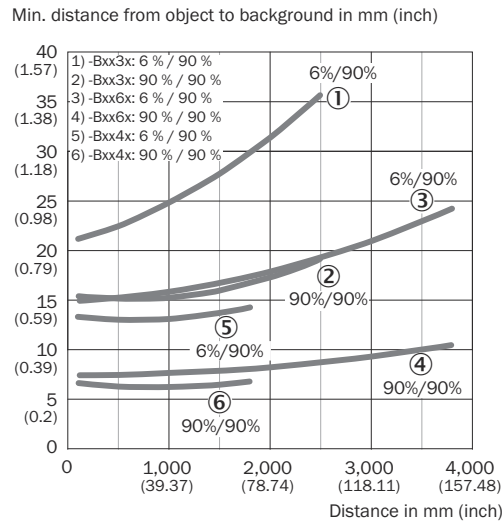

Рисунок 5: изгиб 1
Проверить условия применения: сравнить расстояние срабатывания и дистанцию до объекта / фона, а также отражательную способность объекта с соответствующей диаграммой [рисунок 5] ( $x$  = расстояние срабатывания,  $y$  = минимальное расстояние между объектом и фоном в мм (коэффициент диффузного отражения объекта / коэффициент диффузного отражения фона) (коэффициент диффузного отражения: 6 % = черный, 90 % = белый относительно стандартного белого по DIN 5033)).
Минимальную дистанцию ( $y$ ) для подавления заднего фона можно определить по диаграмме [см. рисунок 5 ①] следующим образом: